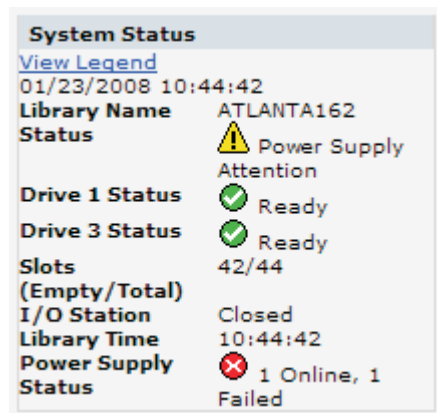

Abbildung 13. Anzeige "System Status" eines 4U-Kassettenarchivs bei einem Netzteilfehler
- Der Netzteilstatus wird nur angezeigt, wenn eine redundante Stromversorgung für ein 4U-Kassettenarchiv verwendet wird und das Kassettenarchiv nach dem 14. März 2008 hergestellt wurde. Bei einem Fehler des redundanten Netzteils erscheint eine entsprechende Systemstatusanzeige (siehe Abb. 13).